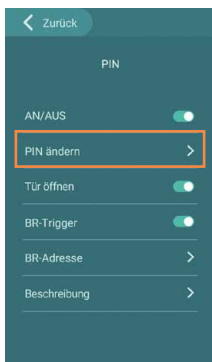

Abb. 8
- ▶ Über **PIN ändern** tragen Sie Ihre individuelle PIN ein bzw. ändern Sie eine bereits vorhandene PIN-Nummer (Abb. 8).